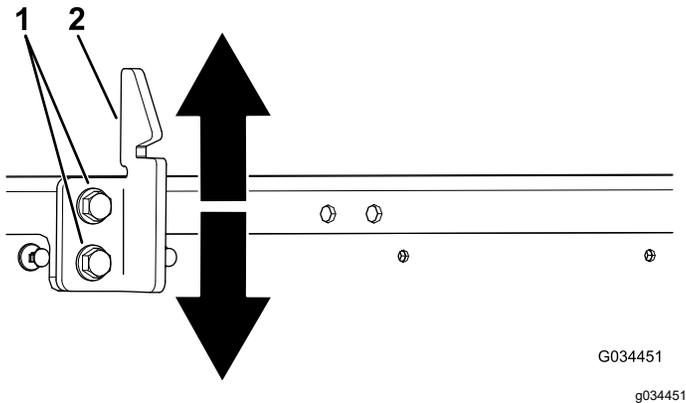

Рисунок 56
3. Ослабьте 2 болта на ударном выступе защелки кузова и переместите ударный выступ вверх или вниз, если он расположен слишком низко или слишком высоко (Рисунок 56).
4. Затяните 2 болта на ударном выступе защелки кузова (Рисунок 56).